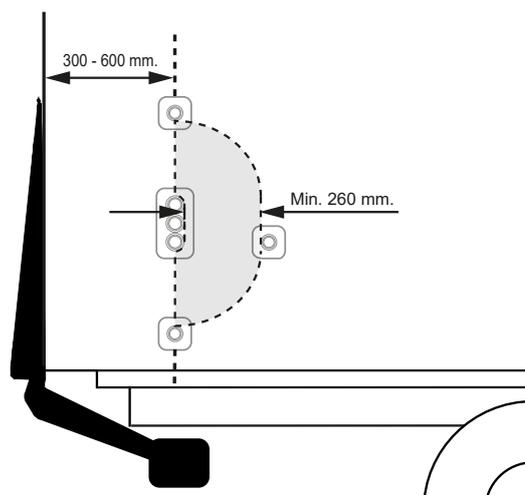

Abb. 63. Montage von Bedienvorrichtung CD 1 für den Zweihandbetrieb.
2. Der Abstand zwischen der Rückseite des Fahrzeugs und der Mitte der Bedienvorrichtungen muss 300-600 mm betragen. Der Abstand zwischen den Bedienvorrichtungen muss mindestens 260 mm betragen. Siehe Abb. 63.